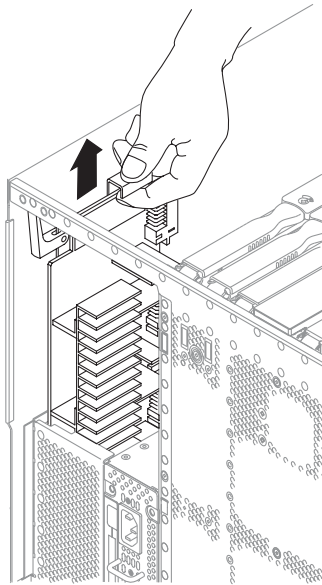

図 8-6 配電盤の取り外し
配電盤は、システム内部にあります。IB\_SSC アセンブリを取り外すと、システムの背面から配電盤を扱うことができます (図 8-6)。
11. 金属製のハンドルを使用して、配電盤をシステムから取り外します (図 8-6)。ボードを ESD マットの上に置きます。